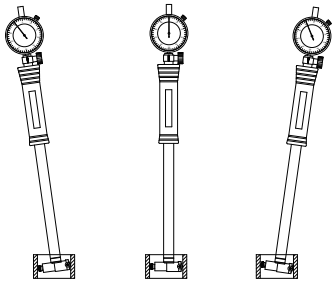

Fig.1
- (1) Définir la taille : Choisissez l'enclume, la tige d'extension et la rondelle en fonction de la taille de la pièce à usiner, puis installez-les comme indiqué dans les figures suivantes, en veillant à ce que chaque pièce soit installée de manière stable. Utilisez une clé pour serrer l'enclume lorsque la portée est inférieure à 35 mm. Appuyez plusieurs fois sur le point de contact après l'installation, l'aiguille de l'indicateur se déplacera doucement et souplement.
- (2) Définir la taille d'étalonnage : Sélectionnez une bague de réglage, un micromètre extérieur ou un trou standard dont le diamètre et la précision sont connus, puis nettoyez les faces de mesure avec un chiffon doux.
- (3) Régler le zéro (comme pour la bague de réglage par exemple) : Insérez la jauge d'alésage dans la bague de réglage et faites osciller la jauge d'alésage (fig.1) pour trouver le 'point de rotation' de l'aiguille. Desserrez la vis de blocage de la lunette et tournez la lunette pour faire coïncider la 'ligne zéro' avec le 'point de rotation', puis resserrez la vis de blocage de la lunette. Faites osciller le calibre d'alésage plusieurs fois pour vous assurer que la 'ligne zéro' coïncide avec le 'point d'inflexion'.